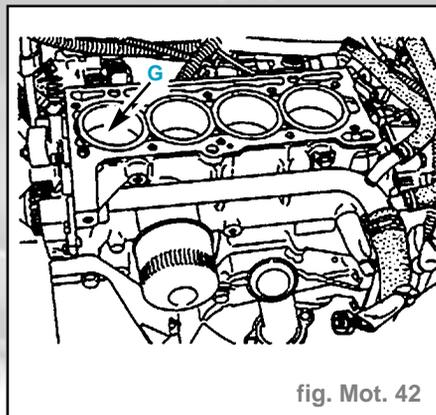

fig. Mot. 42
- Vérifier la présence de la douille de centrage (**G**) (fig. Mot. 42)